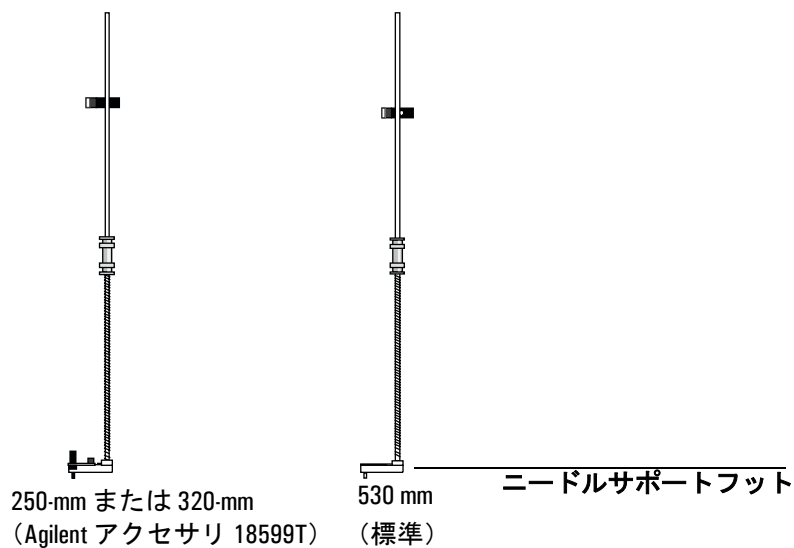

図 45. ニードルサポートアセンブリ
6. ニードルサポートアセンブリを取り付けるには、図 45 を参照して正しい種類を選択してください。右手でアセンブリを持ち、ロッドの上端をプランジャキャリアループの右にあるプラスチックガイドに挿入します。